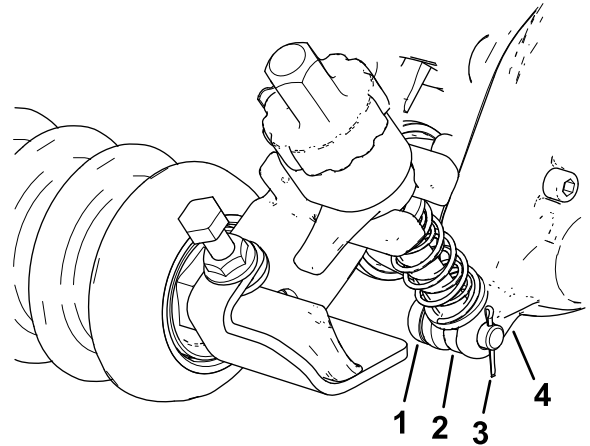

Bild 10
2. Schieben Sie die Stange des Einstellerarms der Schnitthöhenhalterung an der Seite des Groomerantriebs in den Schlitz am Groomerantrieb und befestigen Sie sie mit einem Einstellerstift und Splint, wie in Bild 10 gezeigt.